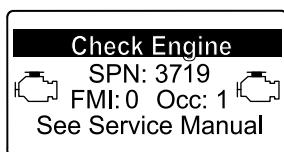

図 59
- リカバリ再生が必要になると、インフォセンターにエンジン警告 SPN 3719, FMI 16 (図 59) が表示され、エンジン出力が 85% にダウンします。